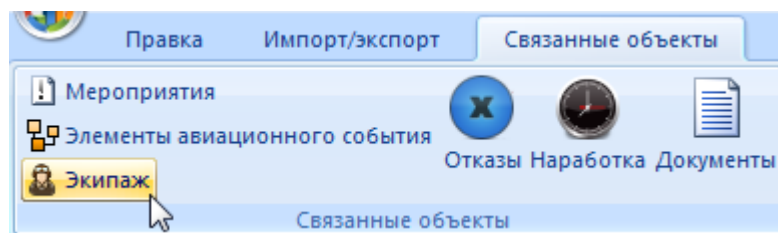

Рис. 13-405. Панель «Связанные объекты»
- 3) Нажать кнопку «Экипаж» панели «Связанные объекты» (рис. 13-405).